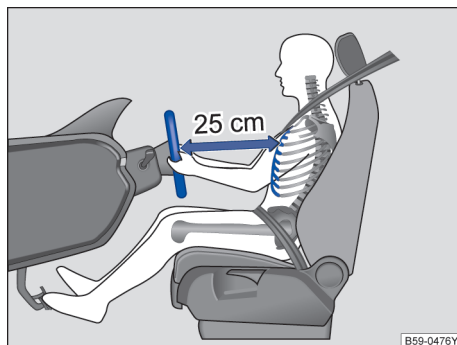

图 20 驾驶员与方向盘之间至少保持 25 cm 的距离
- 调节方向盘，使驾驶员胸部与方向盘之间至少保持 25 cm 的距离→图 20。